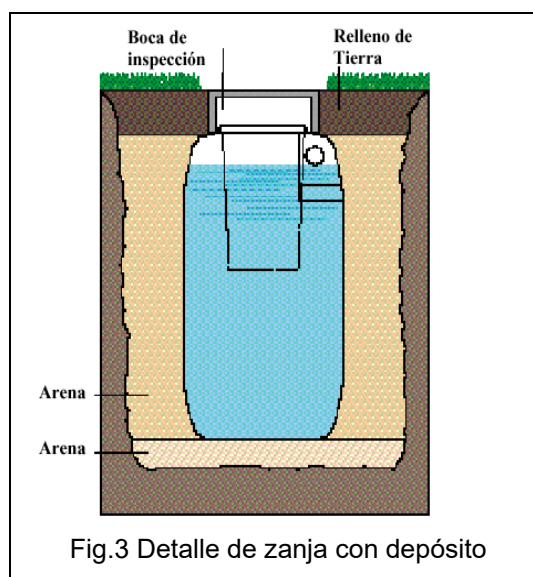

Fig.3 Detalle de zanja con depósito
5.2. Excavación de una zanja (Fig.3)